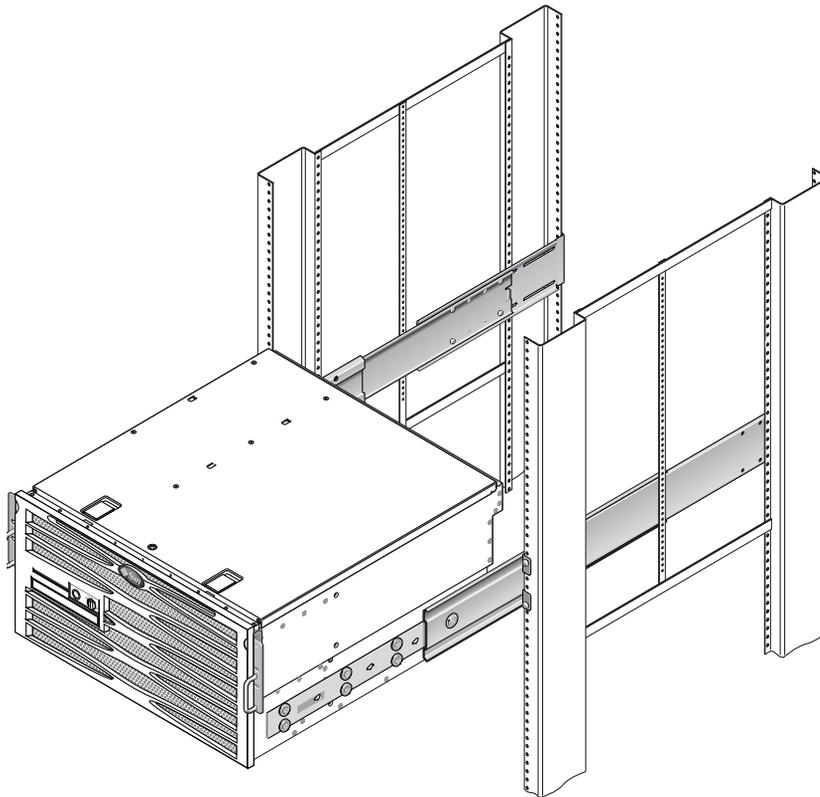

ABBILDUNG 3-13 Einschieben des Systems in das Rack
14. Drücken Sie die Schienenknöpfe ein und schieben Sie das System vollständig in das Rackgehäuse (ABBILDUNG 3-13).